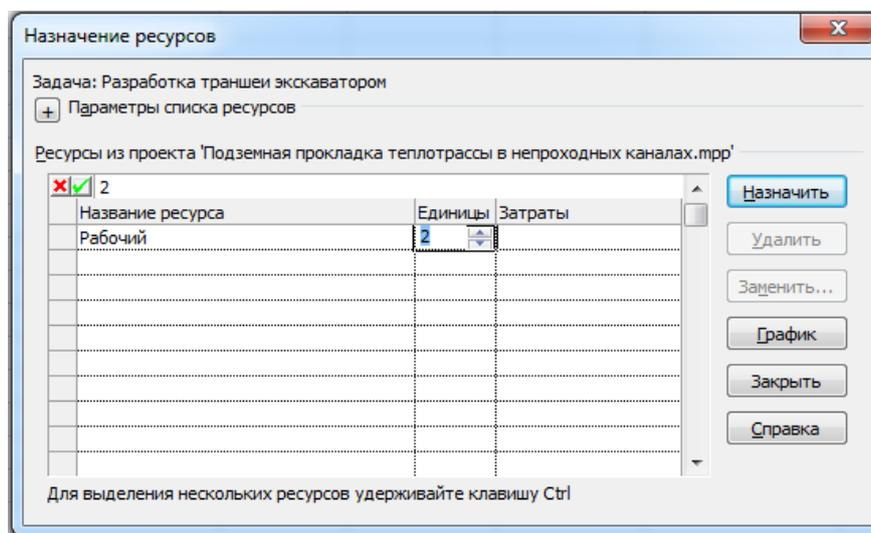

Рис. 22 Задание единиц количества ресурса
7) Затем в окне «Назначение ресурсов», в столбце «Единицы» щелкаем левой кнопкой мыши на ячейке напротив отображающегося ресурса «Рабочий» и выбираем при помощи стрелочек значение «2» (рис. 22). Для того чтобы изменения сохранились, необходимо нажать на клавиатуре кнопку «Enter»;